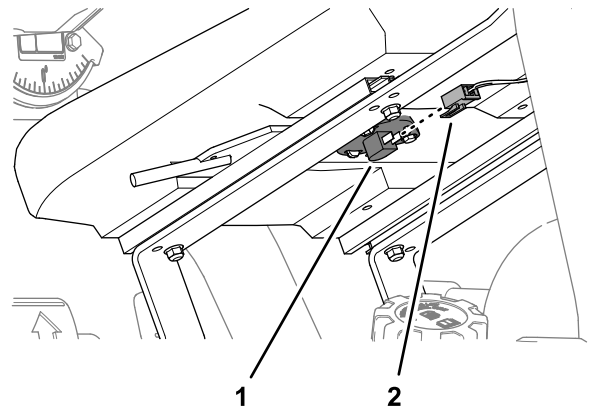

Figura 56
2. Conecte el conector hembra de 2 vías a los terminales del interruptor del asiento (Figura 56).